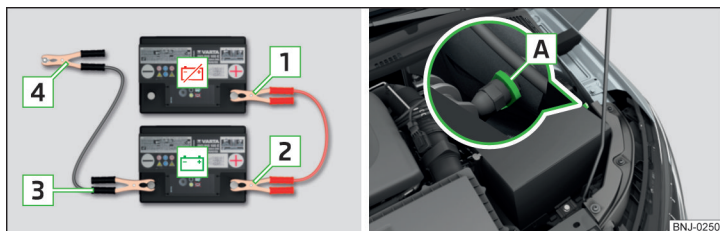

Fig. 267 Avviamento d'emergenza: - batteria scarica, - batteria erogante corrente / punto di massa del motore con sistema START-STOP
- Nei veicoli **con** sistema START-STOP fissare il morsetto **4** al punto di massa del motore **A** » fig. 267.